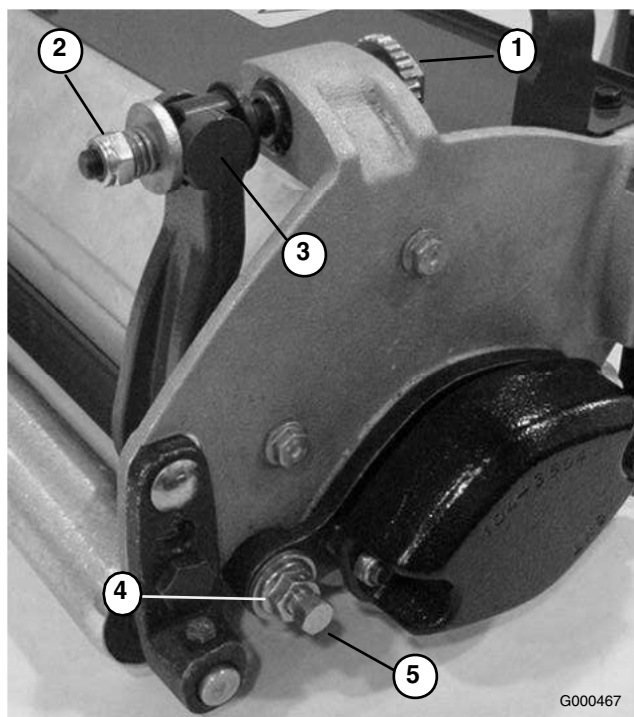

Figure 55
1. Tournez la vis de réglage de la barre d'appui dans le sens anti-horaire pour éloigner la contre-lame du cylindre (Figure 55).
2. Faites sortir l'écrou de tension du ressort jusqu'à ce que la rondelle ne soit plus tendue contre la barre d'appui (Figure 55).
3. De chaque côté de la machine, desserrez l'écrou de blocage qui maintient le boulon de la barre d'appui (Figure 55).
4. Retirez les boulons de la barre d'appui de façon à pouvoir abaisser la barre et la déposer de la machine. Mettez de côté les 2 rondelles en nylon et les 2 rondelles en acier estampé de chaque côté de la barre d'appui (Figure 55).